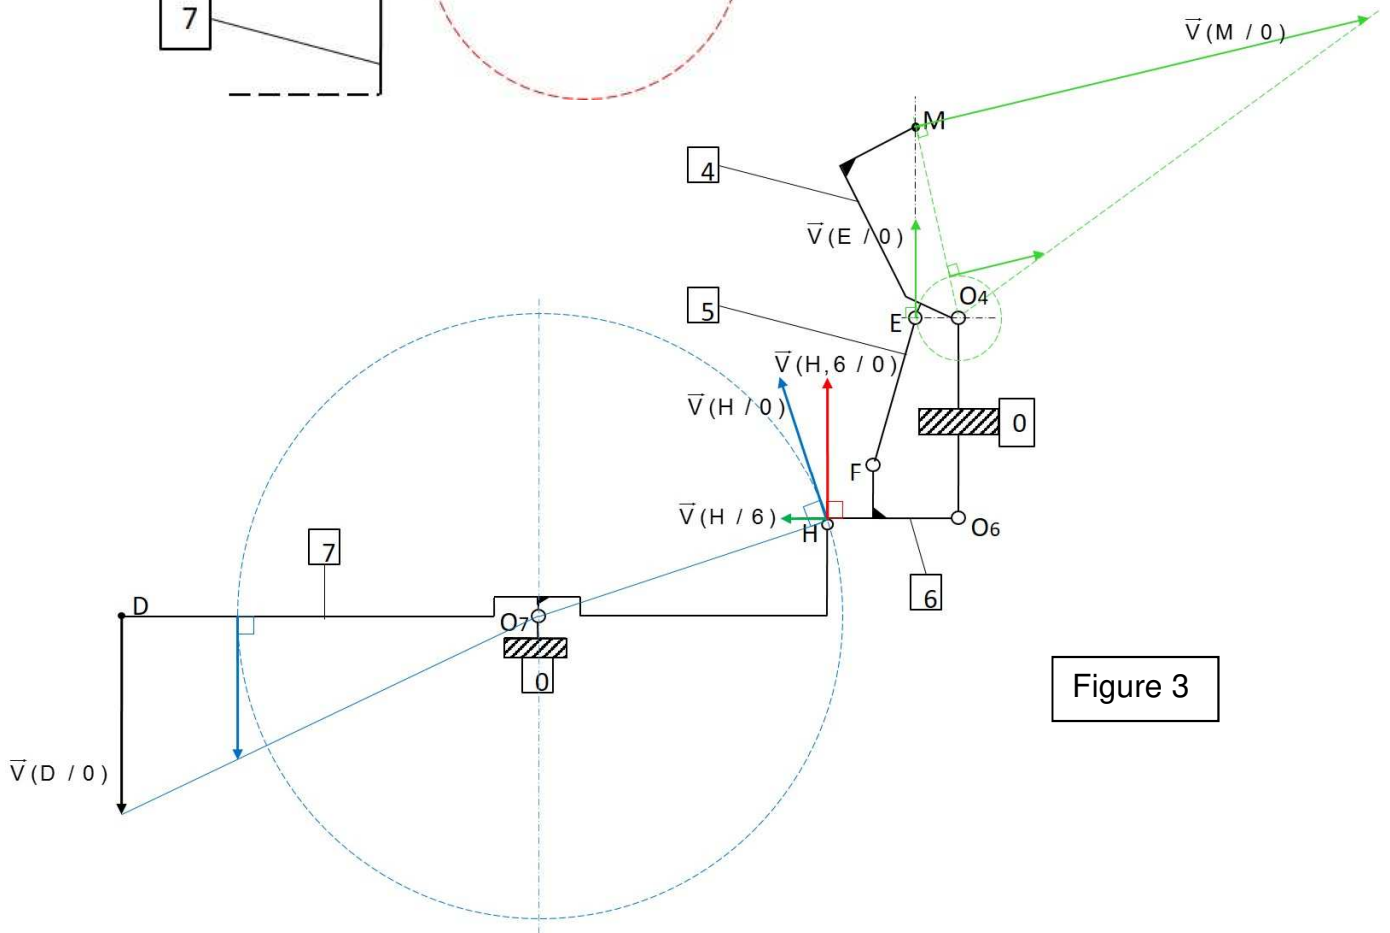

Figure 3
a. Figure 3 :
c. **Figure 3 :**